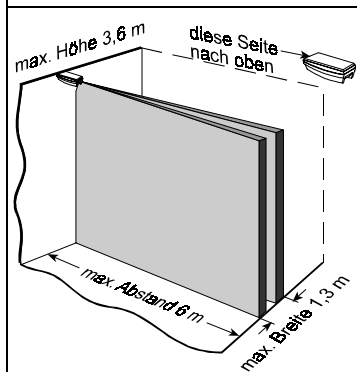

Abb. 6 CLIP 4: Deckenmontage, Vorhang
- Bei Montage des CLIP-4 unter der Decke, darf die Deckenhöhe 3,6 m nicht überschreiten (s. Abb. 6). Der maximale Erfassungsabstand vom Melder beträgt 6 m, und die Vorhangbreite beträgt bei diesem Abstand 1,3 m.